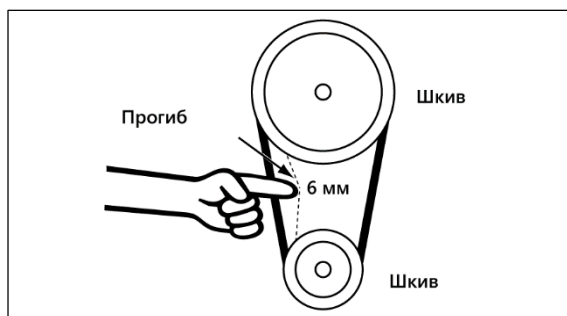

Рисунок 54.
- Опустите электродвигатель и настройте натяжение ремня так, чтобы при нажатии на ремень по середине со средним усилием, он прогнулся примерно на 6 мм (рис. 54).